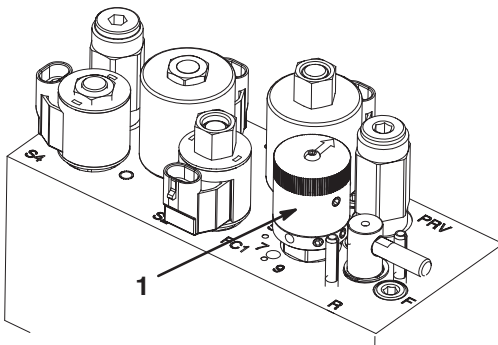

Bild 38
4. Drehen Sie zum Einstellen der Spindeldrehzahl das Einstellrad (Bild 38), bis die Anzeigepfeile auf die Nummern zeigen, die der gewünschten Einstellung entsprechen.